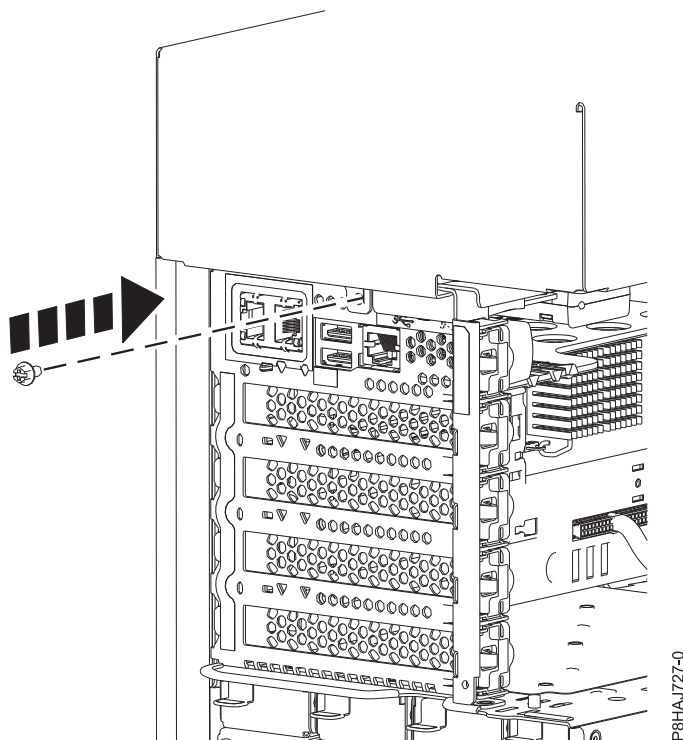

Abbildung 28. Schraube der Seitenabdeckung bei einem eigenständigen System vom Typ 8286-41A anbringen
5. Bringen Sie die hintere Schraube der Seitenabdeckung mit einem Kreuzschlitz-Schraubendreher an (siehe Abb. 28 auf Seite 46).